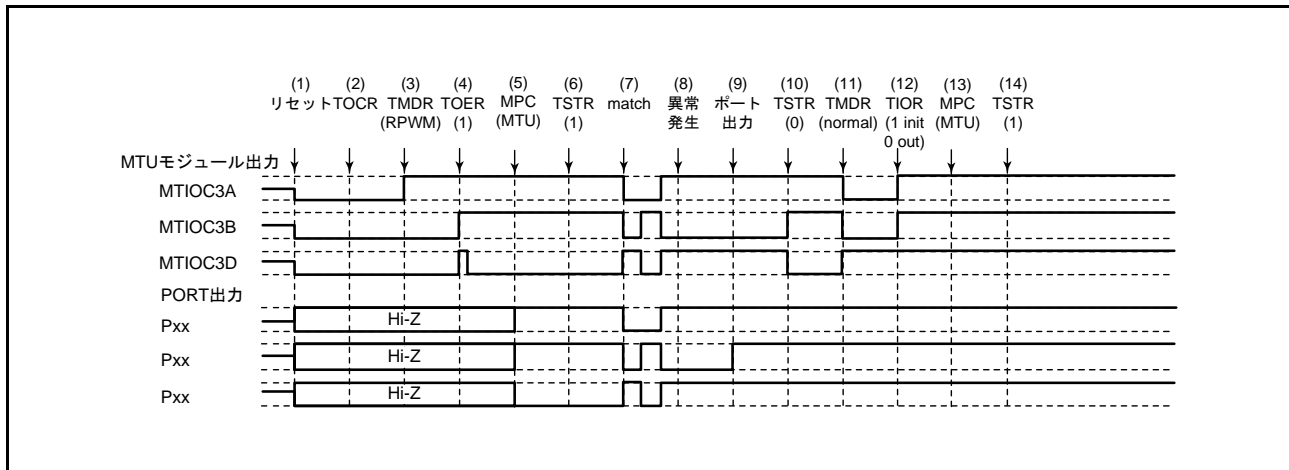

図 20.152 リセット同期 PWM モードで異常が発生し、ノーマルモードで復帰する場合
リセット同期 PWM モードで異常が発生し、再設定後ノーマルモードで再スタートする場合の説明図を図 20.152 に示します。
(1) ~ (10) は図 20.152 と共通です。
(11) PWM モード 1 を設定してください (MTU 出力は正相側が Low、逆相側が High となります)。
(12) TIOR レジスタで端子を初期化してください。なお、PWM モード 1 では MTIOCnB (MTIOCnD) 端子に波形が出力されません。出力すべきレベルがある場合は、I/O ポートのポート方向レジスタ (PDR)、ポート出力データレジスタ (PODR) で汎用出力ポートの設定をしてください。
(13) MPC と I/O ポートのポートモードレジスタ (PMR) で MTU 出力としてください。
(14) TSTR レジスタで再スタートします。
(28) リセット同期 PWM モードで動作中に異常が発生し、相補 PWM モードで再スタートする場合の動作
- (11) TOER レジスタで MTU3、MTU4 の出力を禁止してください。
- (12) TOCR レジスタで相補 PWM モードの出力レベルと周期出力の許可 / 禁止を選択してください。
- (13) 相補 PWM を設定します (MTU の周期出力端子は Low になります)。
- (14) TOER レジスタで MTU3、MTU4 の出力を許可してください。
- (15) MPC と I/O ポートのポートモードレジスタ (PMR) で MTU 出力としてください。
- (16) TSTR レジスタで再スタートします。
(29) リセット同期 PWM モードで動作中に異常が発生し、リセット同期 PWM モードで再スタートする場合の動作
(11) MPC と I/O ポートのポートモードレジスタ (PMR) で MTU 出力としてください。
(12) TSTR レジスタで再スタートします。
(13) コンペアマッチの発生によりリセット同期 PWM 波形を出力します。